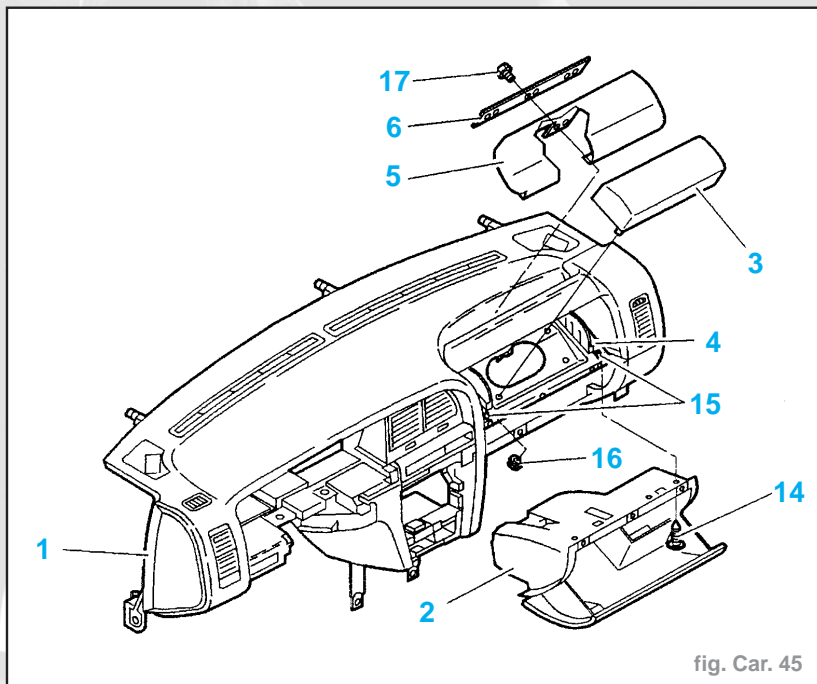

fig. Car. 45
**Coussin "airbag" passager (fig. Car. 45)**
- 2** : Nouvelle boîte à gants (4 vis (14) de fixation complémentaire)
- les vis (14)..... **0,22 daN.m**
- les écrous (16) ..... **0,6 daN.m**
- les vis (17)..... **1 daN.m**